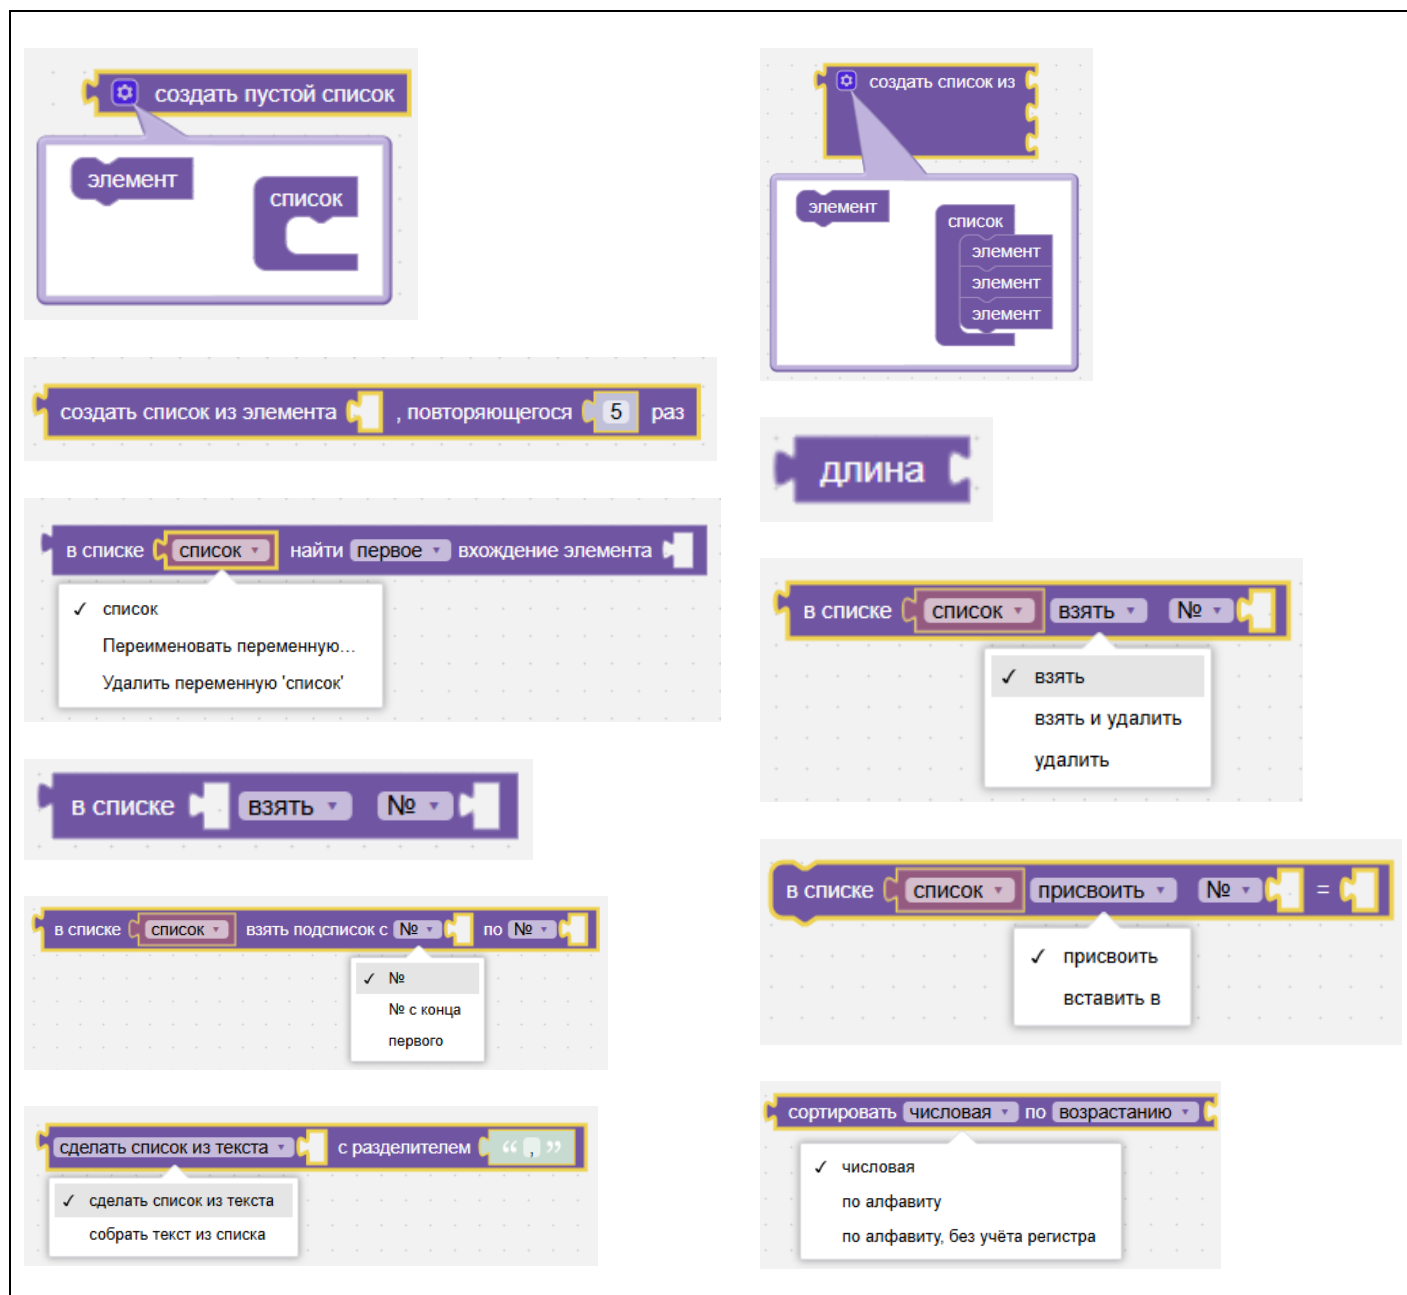

Рисунок 60 – Блоки «Массивы»
6. «Массивы» – работа с элементами списков (см. Рисунок 60).